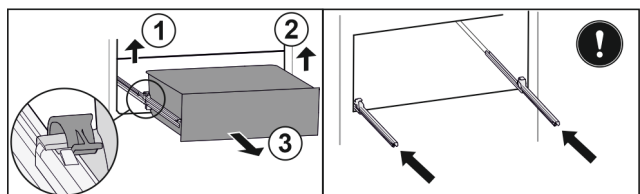

Fig. 37
- ▶ Приподнимите левый зажим и одновременно вытяните движением вперед выдвижной ящик слева. Fig. 37 (1)
- ▶ Приподнимите правый зажим и одновременно вытяните движением вперед выдвижной ящик справа. Fig. 37 (2)
- ▶ Извлеките выдвижной ящик движением вперед. Fig. 37 (3)